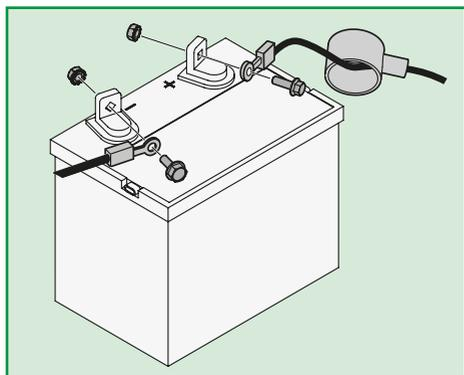

Figura 2
3. Conecte primeiramente o cabo **Vermelho** da bateria ao terminal **Positivo (+)**, utilizando o parafuso hexagonal e a porca, como se vê na Figura 2;